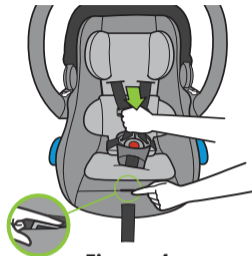

Figure 4
- Tout en appuyant sur la languette de réglage du harnais, tirez vers l'extérieur sur les sangles du harnais pour desserrer le harnais, tel qu'illustré dans la **Figure 4**. La languette de réglage du harnais est accessible via la fente cousue dans le tissu entre la sangle de réglage du harnais et la sangle d'entrejambe.